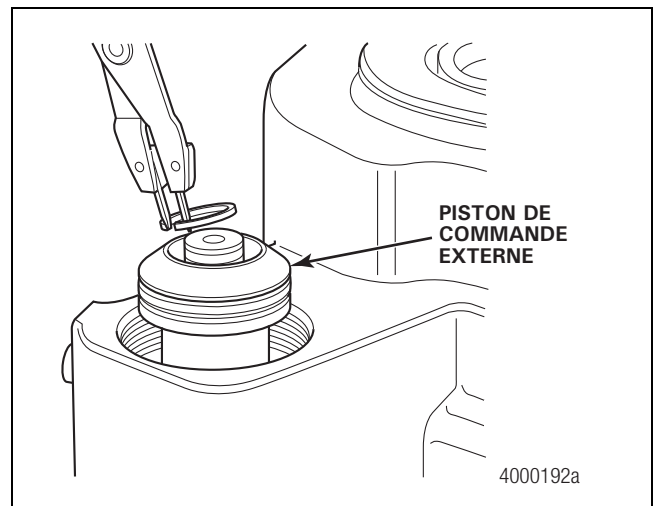

Figure 4.15
4. Retirer l'anneau élastique du piston de commande externe de l'axe de commande. Déposer le piston de commande. Figure 4.15.